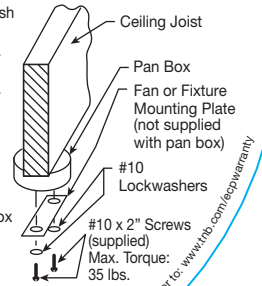

Fig. 2
- 6) Mount the ceiling fan or fixture mounting plate to the pan box using the two supplied #10 x 2" lg. screws and two #10 lockwashers. Pass the screws through the ceiling fan or fixture mounting plate then through the pan box clearance holes into the ceiling joist. Tighten screws snugly, see Fig. 2.
- 6) Fixer la plaque de montage du ventilateur de plafond ou du plafonnier à la boîte d'encastrement à l'aide des deux vis no 10 x 2 po et deux rondelles frein no 10 fournies. Passer les vis par la plaque de montage et les trous de passage de la boîte d'encastrement dans la solive. Bien serrer les vis., voir Fig. 2
- 6) Monte la placa de fijación del ventilador de techo o lámpara a la caja de conexiones redonda con los dos tornillos #10 x 2" de longitud y dos arandelas de seguridad #10 suministrados. Pase los tornillos a través de la placa de montaje del ventilador de techo o lámpara y luego a través de los agujeros de paso de la caja de conexiones redonda y atornillelos a la viga del techo. Apriete los tornillos firmemente, vea fig. 2.